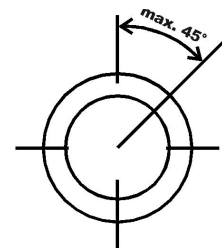

Abb. 1
- ↪ Die Schalter dürfen Sie nur senkrecht stehend einbauen, Abweichung $\text{max. } 45^{\circ}$ (→ Abb.1).